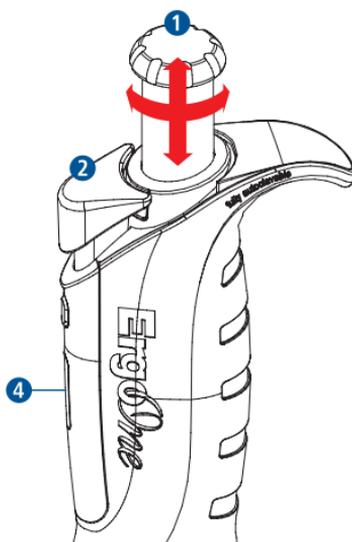

Fig.1
Déverrouillez le blocage du mécanisme de réglage du volume en tirant le bouton de commande ❶. Un déclic se produit. Tournez le bouton dans le sens des aiguilles d'une montre pour diminuer le volume à pipeter; pour l'augmenter, tournez le bouton ❶ dans le sens inverse des aiguilles d'une montre. Le volume réglé est lisible de haut en bas sur l'affichage du volume à 4 chiffres ❷. Le trait de séparation blanc indique l'emplacement du séparateur décimal ❸. Une fois le volume réglé, vous pouvez verrouiller le bouton ❶ en le repoussant vers le bas. Un nouveau déclic se produit. La pipette est désormais prête à être utilisée (Fig.1).